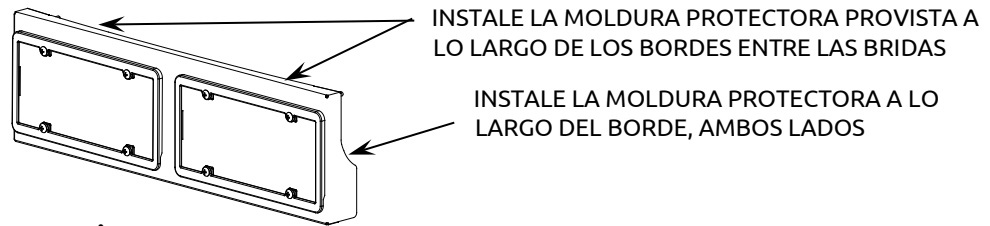

Figura 1
2. Instale el protector con bordes de hule en los bordes mostrados en la figura 1.